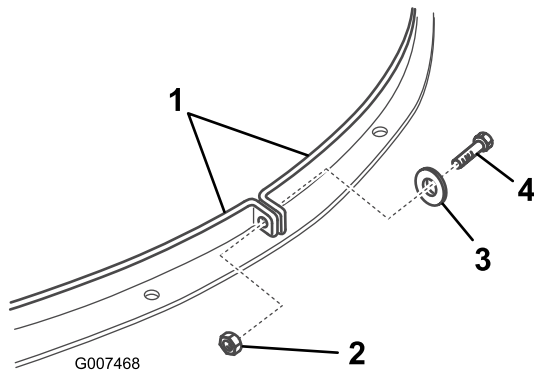

Figura 18
10. Togliete il bullone, la rondella e il dado che fissano insieme le estremità delle 2 cinghie (Figura 18).
14. Collegate le estremità delle 2 cinghie intorno al coperchio di riciclaggio come mostrato (Figura 18).
9. Togliete il bullone, la rondella e il dado che fissano insieme le estremità delle 2 cinghie (Figura 18).
15. Collegate le estremità delle 2 cinghie intorno alla guida di scarico come mostrato in (Figura 18).
16. Allineate i fori nelle estremità delle cinghie e fissateli saldamente con il bullone, la rondella e il dado precedentemente rimossi (Figura 18).